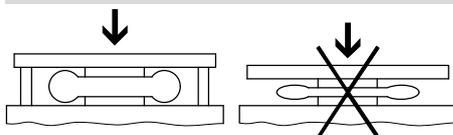

Fig. 3
- Убедитесь в том, что минимальная высота баллонного цилиндра не опускается ниже  $h_{min}$ . Пример Fig. 3.